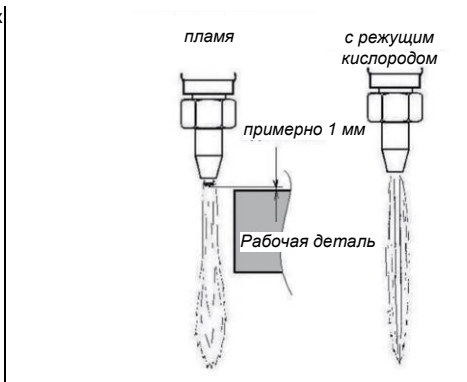

Рис. 6: Регулировка пламени
4.2.3.откройте на короткое время вентиль режущего кислорода, чтобы Вы видели правильную регулировку нейтрального пламени, а потом закройте его (см. также рис. 6)